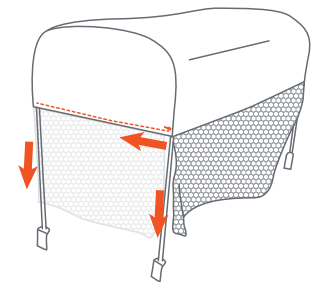

Fig. 8b
- **To open the mosquito net:** Unzip the canopy pocket and pull the mosquito net down (Fig. 8b).
- **Para abrir la mosquitera:** Abra la cremallera del bolsillo del dosel y tire de la mosquitera hacia abajo (Fig. 8b).